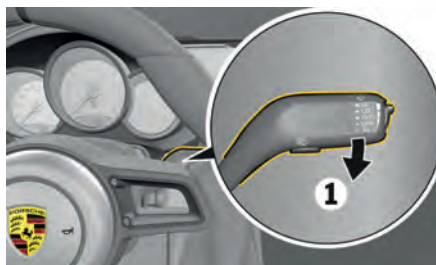

Fig. 14 : Levier d'essuie-glace
1. Poussez le levier d'essuie-glace 1 fois vers le bas (fig. 14, 1).